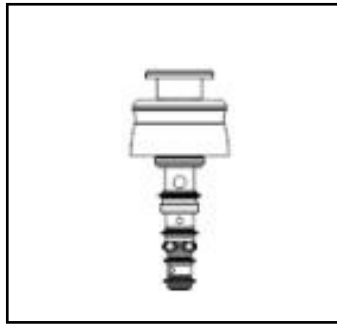

Abbildung 4
- 25) Bei Verwendung Reinigungsventil siehe Abbildung 4